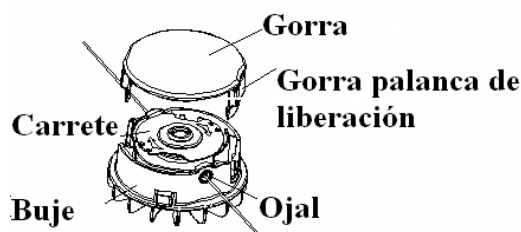

Fig. 21
2. Quite la unidad del carrete del recortador. Para ello, presione en los dos seguros de cierre en la tapa de la unidad con una mano. Tire de la tapa para sacarla del cabezal central. (Fig. 21) Quite el carrete.